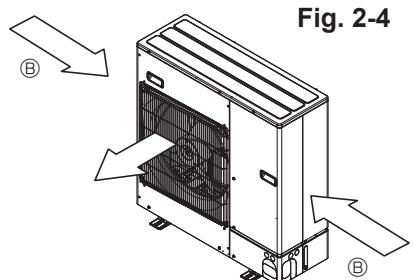

Fig. 2-5
- ③ Coloque la unidad de manera que la salida de aire sople en dirección perpendicular a la dirección estacional del viento, si lo conoce. (Fig. 2-5)